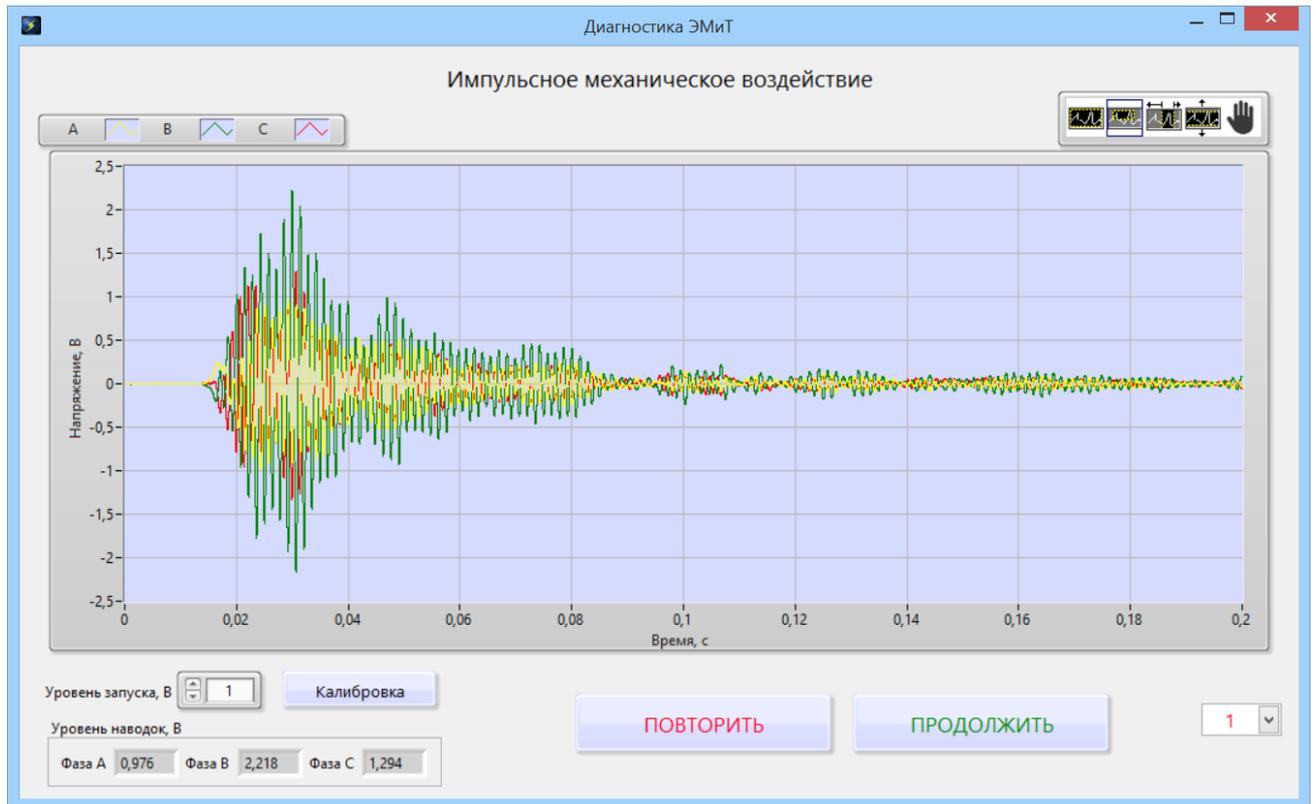

Рис. 8
3.3.6. Затем производится пробное импульсное воздействие. При превышении сигналом уровня запуска, процесс регистрации останавливается, и на экран выводятся графики временных процессов с каждой фазы диагностируемого устройства (рис. 8).